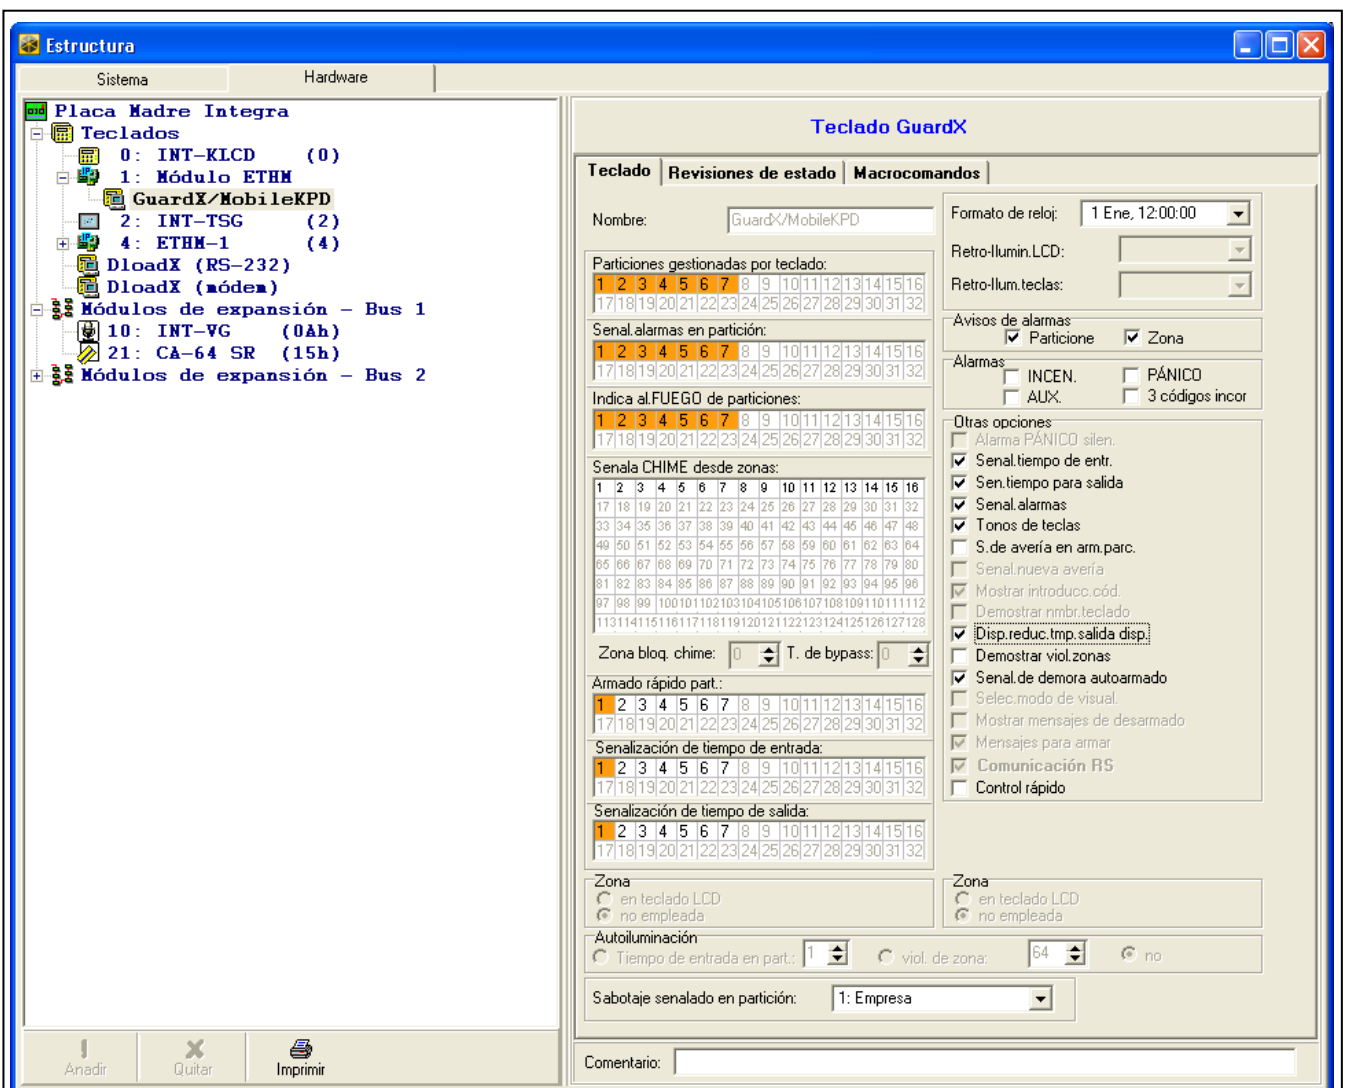

Fig. 7. Programa DLOADX: parámetros y opciones del teclado virtual disponible en el programa GUARDX, navegador WWW o teléfono móvil.
- el programa DLOADX: → ventana “Estructura” → pestaña “Equipo” → ramo “Teclados” → [nombre del módulo] → ramo “GuardX/MobileKPD” (fig. 7).